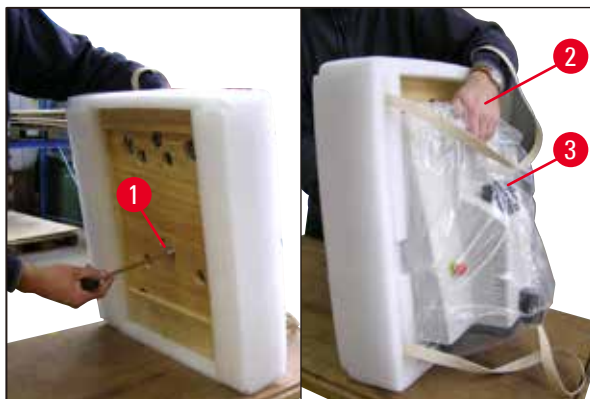

图 5
- 倾斜仪器和底板 (→ 图 5) - 一只手抓住缓冲盘的凹槽 (→ 图 5-2) 来握住仪器! 切勿通过切割头 (→ 图 5-3) 来提起或握住仪器! 使用所提供的 8 号内六角扳手松开螺丝 (→ 图 5-1), 取下底板。